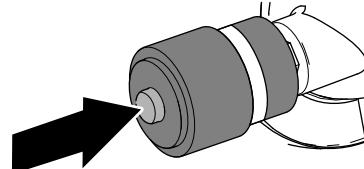

Figure 75
- Si une bande rouge est visible dans l'indicateur de colmatage, appuyez sur le bouton de réinitialisation au bout de l'indicateur (Figure 75).